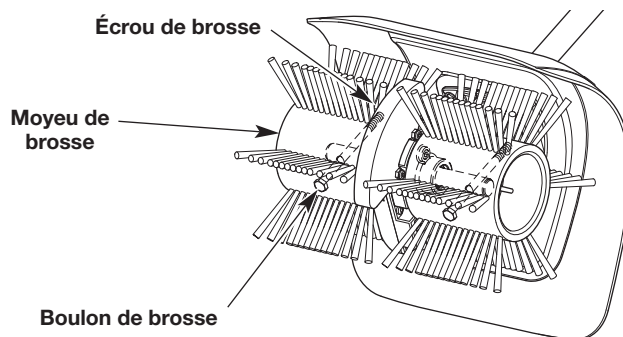

Fig. 5
3. Tout en maintenant le boulon de la brosse en place avec une clé de 1/2 po, utilisez une autre clé de 1/2 po pour desserrer l'écrou correspondant (Fig. 5).
5. Tout en maintenant le boulon de la brosse en place avec une clé de 1/2 po, utilisez une autre clé de 1/2 po pour serrer l'écrou correspondant (Fig. 5).